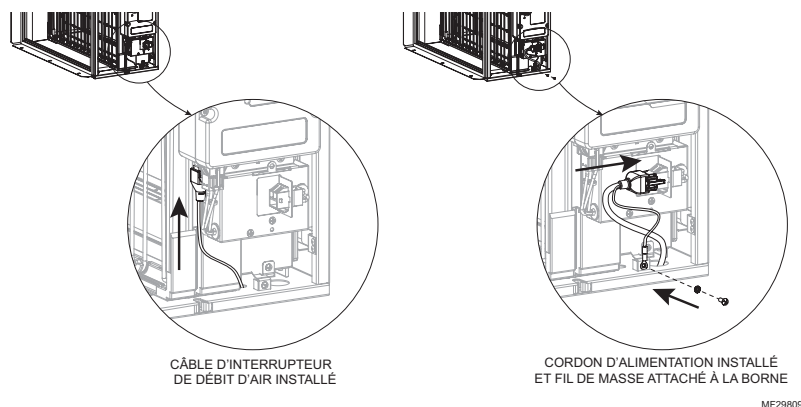

Fig. 11. Installation du câble de l'interrupteur de débit d'air et du câble d'alimentation.
- Brancher le cordon d'alimentation et le cordon de l'interrupteur de débit d'air dans leurs connecteurs d'alimentation (voir Fig. 11).
- Attacher le fil de masse du cordon d'alimentation à la borne de masse de l'armoire en utilisant la vis fournie dans la borne de masse (voir la Fig. 11).
4. **Modèles 1620/2020/2520 :** Débrancher le cordon d'alimentation et le câble du capteur de débit (si branché) du module d'amélioration (voir Fig. 11 page 15).
14. **Modèles 1620/2020/2520 :** Rebrancher le cordon d'alimentation et le câble du capteur de débit (voir Fig. 11 page 15).